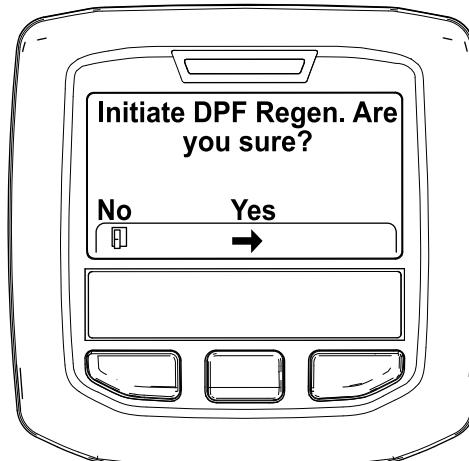

Figura 47
4. Quando surgir a mensagem “Initiate DPF Regen. Are you sure?” (Iniciar Regen. DPF. Tem a certeza?), prima o botão central (Figura 47).